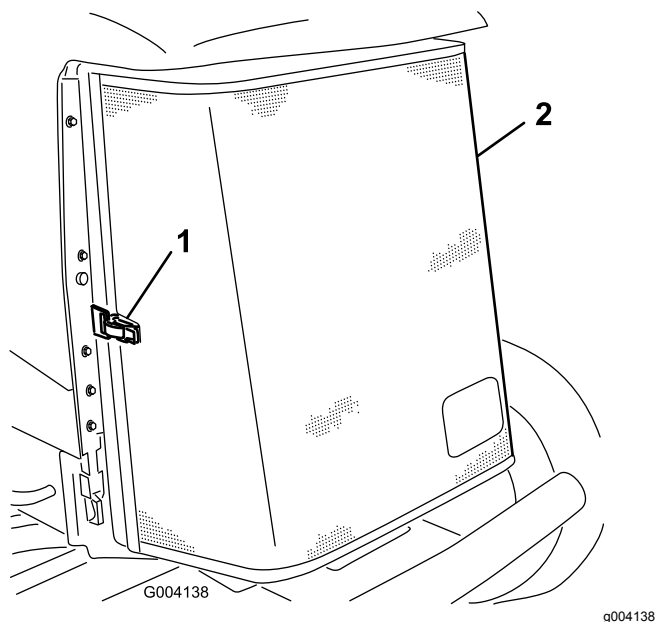

Рисунок 48
3. Откройте защелку и откиньте заднюю решетку (Рисунок 48).